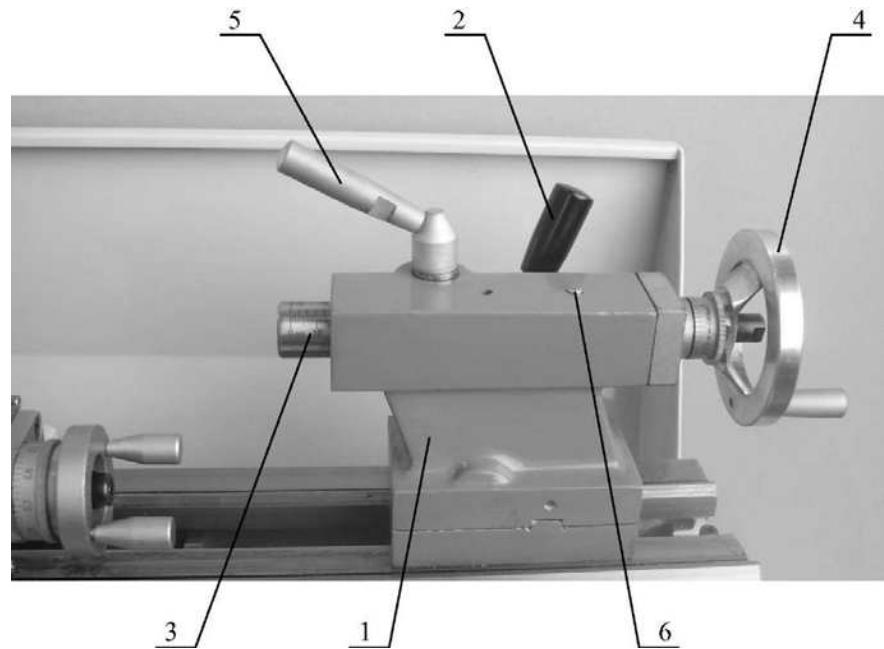
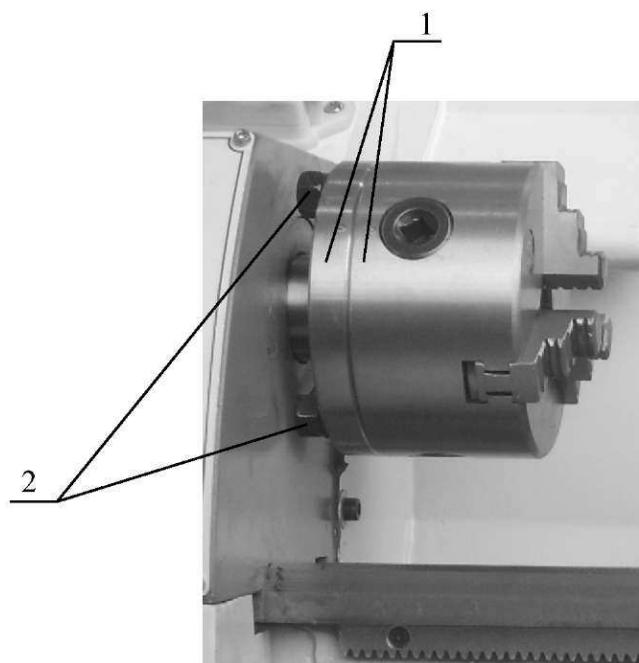

Рис. 6
Рис. 9
Задняя бабка 1 (Рис. 6) базируется (перемещается) на плоской и V-образной направляющих станины и может быть зафиксирована от перемещения рукояткой 2 (Рис. 6) зажимного устройства. Задняя бабка имеет выдвижную пиноль 3 (Рис. 6) с конусным отверстием Морзе № 2 и градуированной шкалой, нанесенной на наружной поверхности пиноли. Жесткость задней бабки рассчитана на тяжелые режимы работы. Пиноль перемещается вращением маховика 4 (Рис. 6), расположенного на заднем торце бабки, и может быть зафиксирована в нужном положении рукояткой 5 (Рис. 6) механизма зажима пиноли.
Перемещение задней бабки по направляющим станины производится вручную. Ослабьте рукоятку 2 (Рис. 6) зажимного устройства бабки, передвиньте бабку в нужное положение, поверните рукоятку на зажим.
Выдвижение пиноли 3 (Рис. 6) из корпуса бабки и утопление ее обратно в корпус производится вращением маховика 4 (Рис. 6). Рукояткой 5 (Рис. 6) ослабьте зажим пиноли, вращая маховик, переместите пиноль на нужный размер, зажмите пиноль поворотом рукоятки. Величину перемещения пиноль можно контролировать по шкале, нанесенной на боковую поверхность пиноли или по лимбу на маховике.
Регулировка смещения задней бабки от оси вращения шпинделя производится при точении конусных поверхностей. Величина смещения определяется по шкале 2 (Рис. 9), находящейся на заднем торце основания бабки. Смещение производится при помощи 2-х винтов 1 (Рис. 9). Ослабьте рукоятку 2 (Рис. 6), и стопорный винт 3 (Рис. 9) на торце задней бабки. Ослабьте винт 1 (Рис. 9) с одной боковой стороны бабки и затягивайте аналогичный винт с противоположной стороны, пока необходимая величина смещения не отразится на шкале. Затяните стопорный винт и рукоятку.
Универсальным 3-х кулачковым патроном (Рис. 9) можно зажимать круглые, треугольные и шестигранные заготовки. При сборке станка универсальный 3-х кулачковый патрон устанавливается на фланце с максимальной точностью. Патрон и фланец маркируются рисками 1 (Рис. 9), которые при последующих сборках должны совпадать.
- 8.5. Смазку ходового винта задней бабки производите ежедневно через смазочное отверстие 6 (Рис. 6) жидкой смазкой.